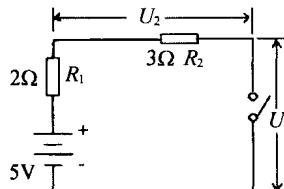

图 1-4
**例题** 计算图 1-4 中，当开关 S 闭合和断开两种状态下的电压  $U_1$ ， $U_2$ 。